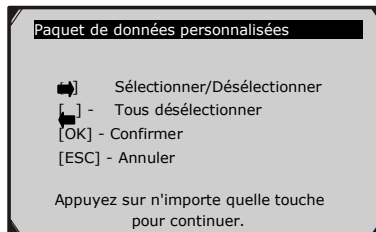

Figure 5.16
- 2) Observez les instructions à l'écran. (Figure 5.16). Appuyez sur la touche **OK** pour continuer; appuyez sur la touche **ESC** ou utilisez la touche **GAUCHE/DROITE** pour sélectionner **NON** et appuyez sur le bouton **OK** pour revenir au menu **Enregistrer les données**.